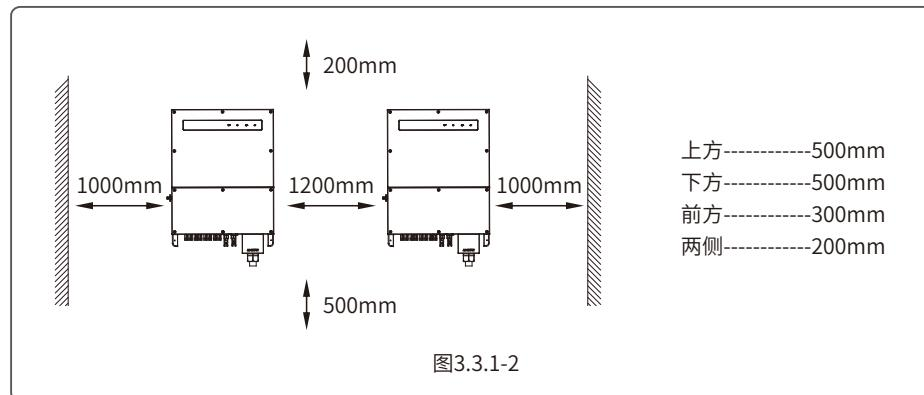

图3.3.1-2
- 竖直安装或向后倾斜不超过15°，不得侧向倾斜，接线区应朝下，平躺安装需离地超过250mm，如图3.3.1-1所示。
• 为保证散热良好、拆卸方便，逆变器周边最小间隙不得小于以下数值，如图3.3.1-2所示。